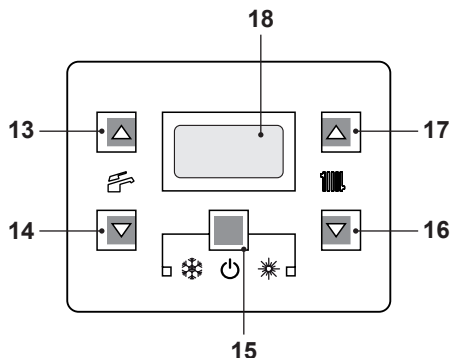
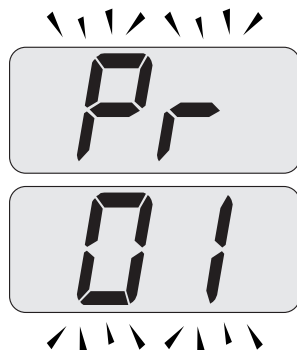
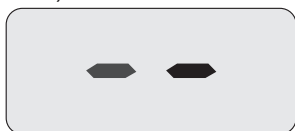

Figura 7.2
Figura 7.3
Figura 7.8
- Entrare in "modalità programmazione" premendo contemporaneamente per 10 secondi i tasti 15 - 16 - 17 (Figura 7.2) fino a far apparire sul display LCD le lettere **Pr** che si alternano con il codice **01**, indicanti l'entrata nel "parametro 01" (Figura 7.3).
- Premere contemporaneamente i tasti 16 e 17 (Figura 7.2) fino a far apparire sul display LCD le lettere **LP** che si alternano con il valore di temperatura dell'acqua di riscaldamento (es.45), indicanti l'entrata nell'attivazione della "funzione spazzacamina" alla potenza minima (Figura 7.4).
- Premere il tasto 16 (Figura 7.2) fino a far apparire sul display LCD le lettere **LP** che si alternano con il valore di temperatura dell'acqua di riscaldamento (es. **60**), indicanti l'entrata nell'attivazione della "funzione spazzacamino" alla potenza minima in sanitario (Figura 7.7).
- Spegnere la caldaia tenendo premuto per 2 secondi il tasto 15 (Figura 7.2) fino a far apparire sul display LCD il simbolo **— —** (Figura 7.8).